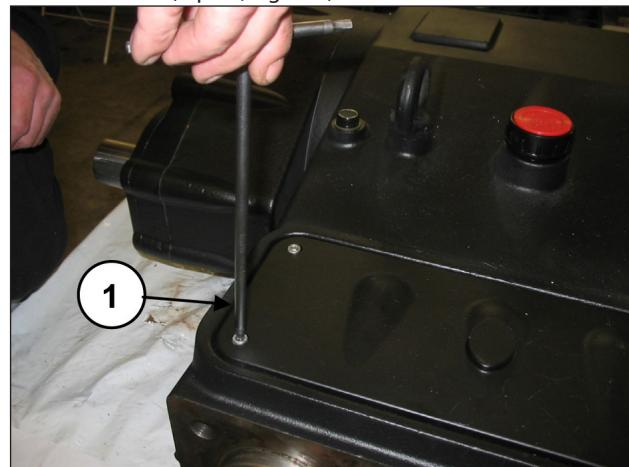

Fig. 157
Déposer le couvercle d'inspection supérieur en desserrant les 4 vis de fixation (rep. ①, Fig. 157)